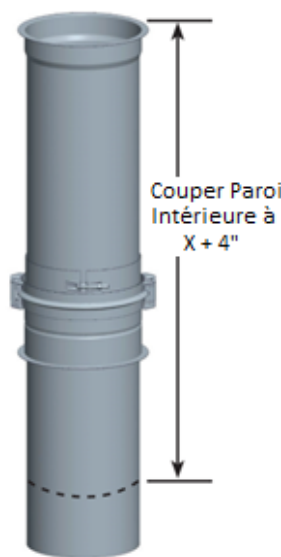

Figure 14 - Étape 2 - Coupe de la paroi intérieure coulissante
**Étape 2** - Coupez la paroi intérieure à la dimension X trouvée à la première étape plus 4". Voir la figure 14.